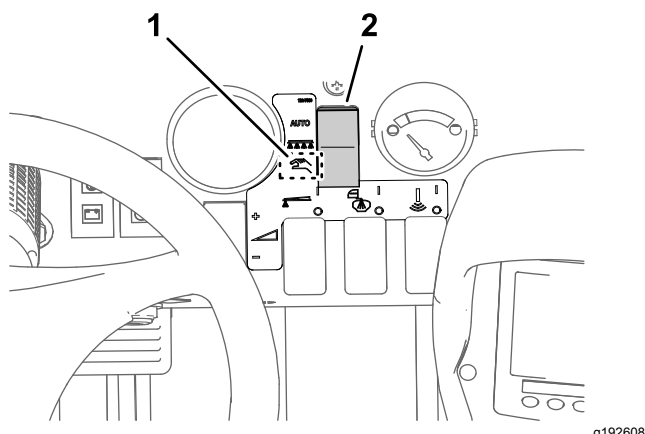

Figura 38
2. Impostate il pulsante della modalità di irrorazione sulla modalità manuale (Figura 38).